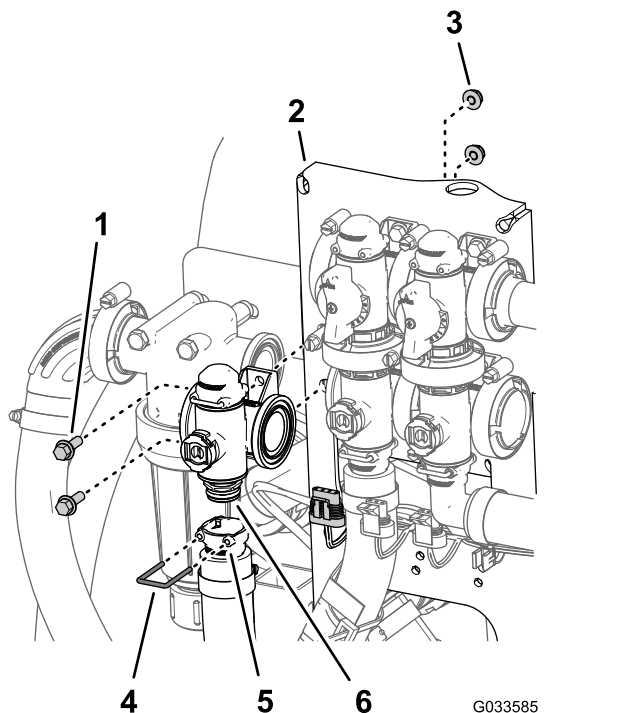

Figure 114
- Retirez l'étrier qui fixe le raccord de sortie à l'accouplement du collecteur du régulateur de débit (Figure 114).
- Retirez les 2 boulons à embase (1/4" x 3/4") et les 2 contre-écrous à embase (1/4") qui fixent le régulateur de débit au support, puis déposez le collecteur de la machine (Figure 114).